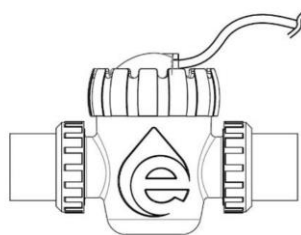

Рисунок 4.
4. Закрепите электроды внутри держателя и затяните гайку ячейки; подсоедините электродный кабель к блоку управления; затяните гайку, чтобы обеспечить хороший контакт (Рисунок 4).